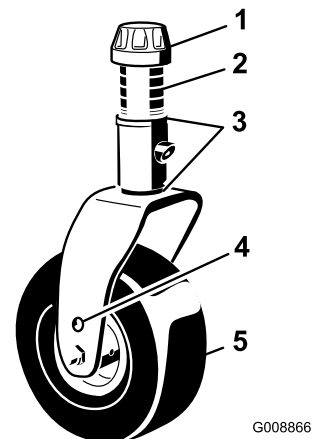

Bild 24
3. Nehmen Sie die Spannkappe von der Laufradwelle ab (Bild 24). und schieben Sie die Welle aus dem Laufradarm. Legen Sie zwei Beilagscheiben (3 mm) so auf die Laufradwelle, wie sie ursprünglich montiert waren. Schieben Sie die entsprechende Anzahl der 13 mm Distanzstücke auf die Welle, um die gewünschte Schnitthöhe zu erhalten.
Distanzstücke auf die Welle. Bringen Sie die Spannkappe an, um das Teil zu befestigen (Bild 24).